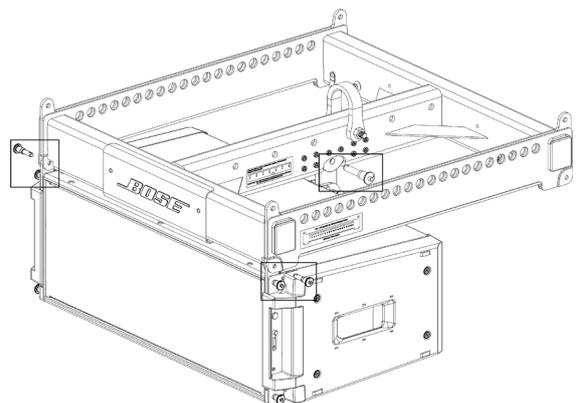

图 2.插入插销连接模块到框架
10. 插入前面的两个插销（每侧各一个），再插入后部中间的插销，将模块固定到框架。参见图 2。